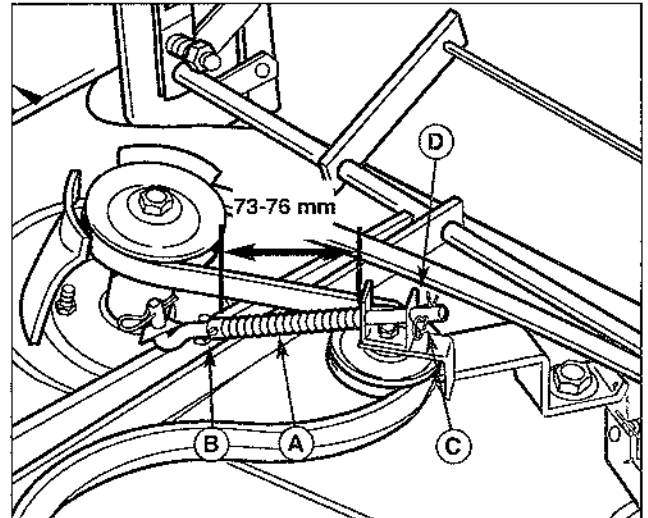

Figure 30. Réglage de l'embrayage de PDF
2. Desserrer le collier réglable (B, Figure 30).
3. Tirer la tringle d'embrayage jusqu'à ce que la goupille fendue (C) et la rondelle touchent le support en U (D). Faire glisser le collier réglable (B) vers l'avant pour éliminer tout jeu de la tringle et du ressort. Le collier doit toucher le ressort sans le comprimer.
4. Serrer le collier réglable (B). Remarque : la vis d'arrêt doit faire face à l'arrière de la machine.
6. Mesurer la longueur du ressort comprimé (A). Le ressort comprimé doit mesurer de 73 à 76 mm.